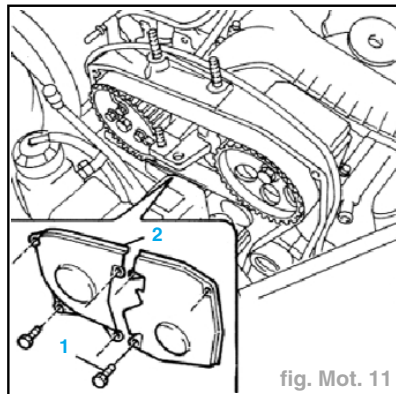
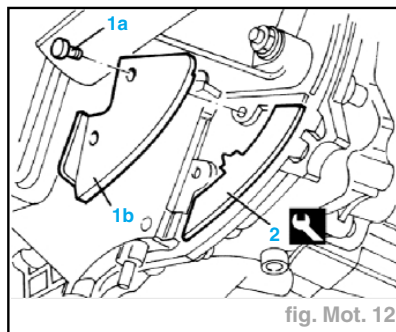

fig. Mot. 11
fig. Mot. 12
- Dévisser l'écrou (2) fixant le tuyau au détendeur.
- Dévisser l'écrou (3) fixant l'étrier de support placé sur le châssis des suspensions.
- Déposer du compartiment moteur le tuyau (4) du circuit de climatisation.
- Dévisser les vis de fixation (1) (fig. Mot. 11).
- Déposer les carters supérieurs (2) de la courroie de distribution.
- Dévisser les vis de fixation (1a) et enlever la protection (1b) du volant moteur (fig. Mot. 12).
- Monter l'outil (2) **1.860.898.000** de retenue du volant moteur.